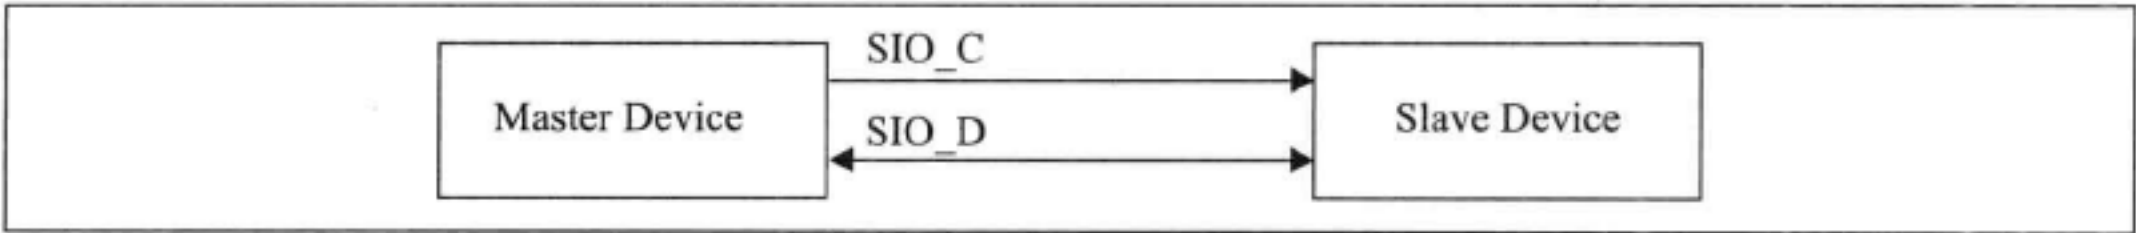

图 23-4 2 线 SCCB 设备连接范例
□ 简化的 2 线 SCCB 接口定义见表 23-3 和图 23-4。